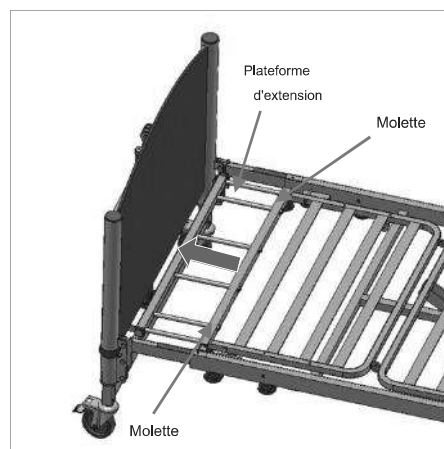

Figure 16: Extension de la plateforme
- Faites glisser l'extension de la plate-forme jusqu'à ce qu'elle atteigne les butées (**Figure 16**).